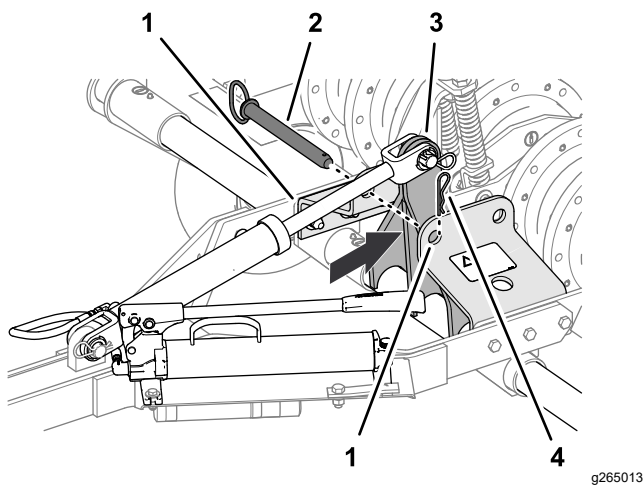

Рисунок 12
5. Используя ручной гидравлический насос, переместите подъемный рычаг (Рисунок 12) так, чтобы он был расположен непосредственно позади передних отверстий в кронштейне стопорной штанги (положение транспортировки).
- Вставьте штифт стопорной штанги в передние отверстия кронштейна стопорной штанги и закрепите штифт стопорной штанги в кронштейне игольчатым шплинтом (Рисунок 12).